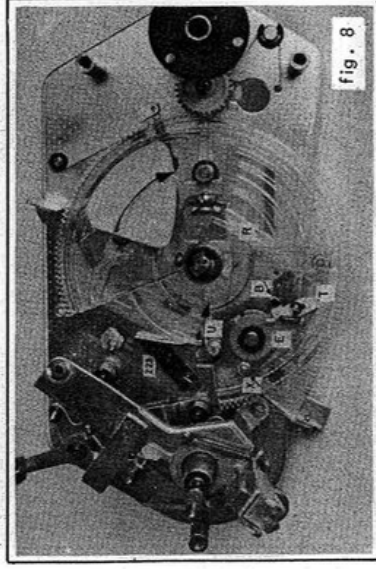

fig. 8
REMARQUE : le calage initial de l'équerre de rappel 223 en position moyenne, commune à tous les appareils, est déterminé au moment du premier montage sur la platine mécanisme, et fixé par le blocage de ses 2 vis de fixation (fig. 8).
Il peut parfois être utile de corriger légèrement ce calage après avoir effectué le réglage précédent (voir R.2) car ce dernier a une influence sur la position relative de l'excentrique (X) par rapport à l'équerre de rappel 223 (fig. 8).
- Le réglage R.2 terminé, faire tourner la roue (R) d'environ 1/2 tour dans le sens de fonctionnement, en l'entraînant de préférence par le moyeu nu de plateau (fig. 8).
- Faire alors plaquer manuellement le tâteur (T) contre la butée d'arrêt (B) située sur cette roue, tout en orientant le levier entraineur (U) au maximum dans le sens de la flèche (fig. 8).